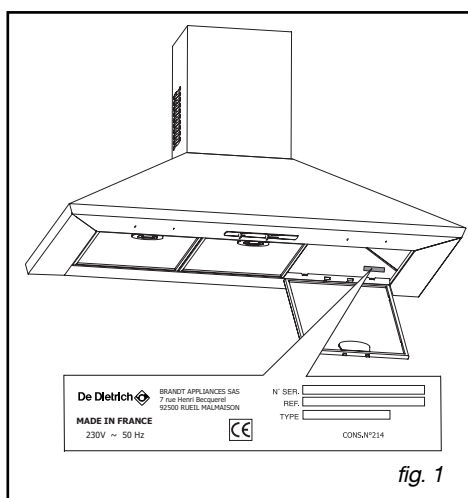

fig. 1
- Retirez le hublot (fig. 1).
Les éventuelles interventions sur votre appareil doivent être effectuées par un professionnel qualifié dépositaire de la marque. Lors de votre appel, mentionnez la référence complète de votre appareil (modèle, type, numéro de série). Ces renseignements figurent sur la plaque signalétique (Fig. 1).